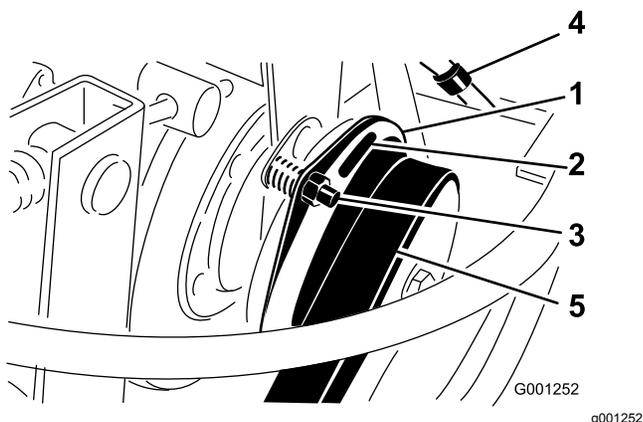

Figure 74
3. Réglez l'entrefer de façon à pouvoir passer une jauge d'épaisseur de 0,4 mm entre la garniture d'embrayage et la plaque de frottement en poussant légèrement (Figure 74).
**Remarque:** Pour diminuer l'entrefer, tournez l'écrou de réglage dans le sens horaire (Figure 74). L'entrefer ne doit pas dépasser 0,7 mm. Réglez les 3 entrefers.